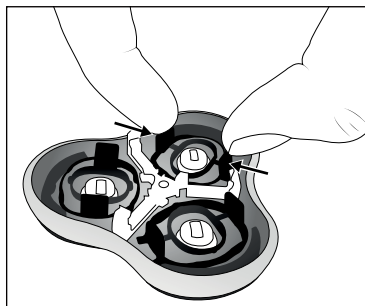

Fig. 3
- 2) Presione las dos pestañas que sobresalen y retire las fijaciones negras de los cabezales de corte de los encastres (consulte la fig. 3). Tras esto, podrá retirar los cabezales de corte y las cuchillas.